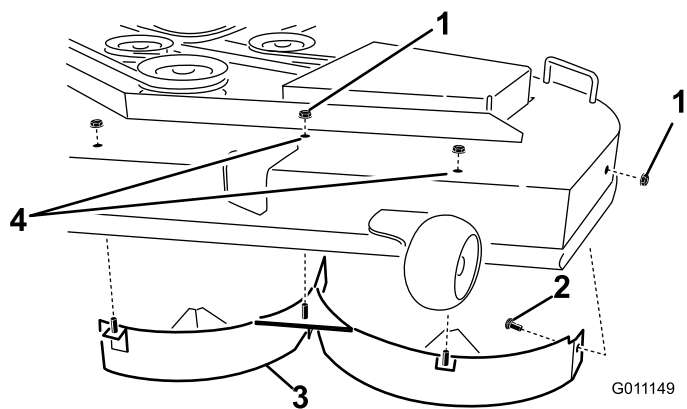

Figure 34
- Retirez les 3 contre-écrous (5/16 po) fixés aux montants soudés du déflecteur gauche au sommet du plateau de coupe, au centre, à gauche du centre et à gauche (Figure 34).
- Sur la paroi latérale du plateau de coupe, retirez le boulon de carrosserie et le contre-écrou qui fixent le déflecteur gauche au plateau (Figure 34).
- Déposez le déflecteur gauche du plateau de coupe (Figure 34).
- Localisez les 2 boulons dans les pièces détachées et insérez-les, avec les contre-écrous existants, dans les trous du plateau de coupe (voir Figure 34) pour éviter la projection de débris.